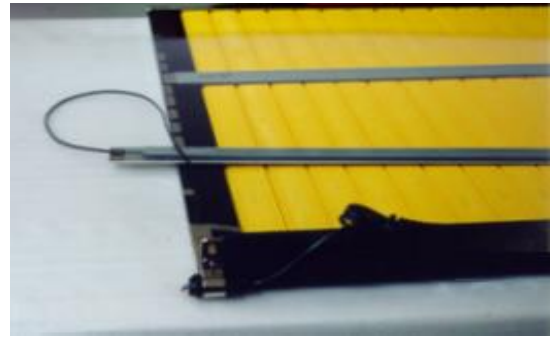

Abbildung 14 - Pflege / Reinigung des Kontakts II
- Kontaktsystem gemäss Abbildung 14 / Seite